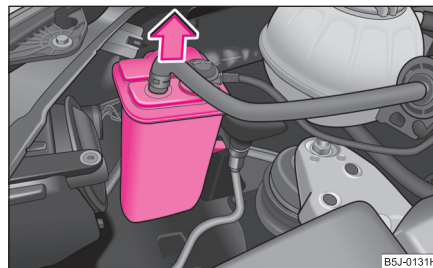

Abb. 175 Aktivkohlebehälter herausnehmen
- Nehmen Sie bei einem Fahrzeug mit Benzinmotor vor dem Lampenwechsel im rechten vorderen Scheinwerfer den Aktivkohlebehälter heraus ⇒ Abb. 175.